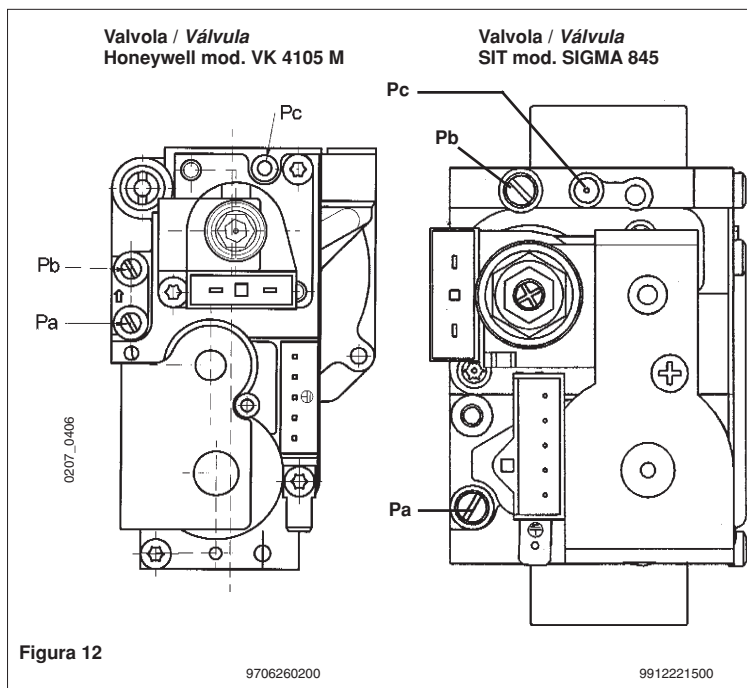

Figura 12
Le modalità di taratura del regolatore di pressione sono leggermente differenti a seconda del tipo di valvola del gas utilizzata (HONEYWELL o SIT vedi figura 12).
- collegare la presa di pressione positiva di un manometro differenziale, possibilmente ad acqua, alla presa di pressione (Pb) della valvola del gas (figura 12). Collegare, solo per i modelli a camera stagna, la presa negativa dello stesso manometro ad un apposito "T" che permetta di collegare insieme la presa di compensazione della caldaia, la presa di compensazione della valvola del gas (Pc) ed il manometro stesso. (Una pari misura può essere effettuata collegando il manometro alla presa di pressione (Pb) e senza il pannello frontale della camera stagna);
- verificare che la pressione dinamica di alimentazione della caldaia, misurata alla presa di pressione (Pa) della valvola del gas (figura 12) sia quella corretta (30 mbar per il gas butano, 37 mbar per il gas propano o 20 mbar per il gas naturale).
Las modalidades de calibrado del regulador de presión difieren ligeramente según el tipo de válvula del gas utilizada (HONEYWELL o Sit, véase figura 12).
- conectar la toma de presión positiva de un manómetro diferencial, posiblemente de agua, a la toma de presión (Pb) de la válvula del gas (figura 12). Conectar, sólo para los modelos a cámara estanca, la toma negativa del mismo manómetro a un especial "T" que consienta conectar entre ellos la toma de compensación de la caldera, la toma de compensación de la válvula del gas (Pc) y el manómetro mismo. (Se puede efectuar una medición equivalente conectando el manómetro a la toma de presión (Pb) y sin el panel frontal de la cámara estanca);
medida en la toma de presión (Pa) de la válvula del gas (figura 12), sea correcta (28 mbar para el gas butano, 37 mbar para el gas propano o 20 mbar para el gas natural).